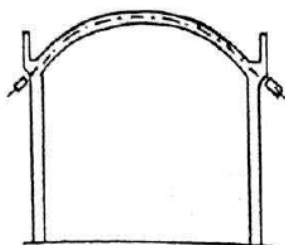

图3 穹顶钢束示意
(3)穹顶系统:穹顶钢束采用外径 101.6mm 的刚性导管和 19T16 钢绞线分 3 层铺设,每层相互交叉成 120°角,每层 58 条共计 174 条,每根长度由 26m 至 44m 不等(见图 3)。